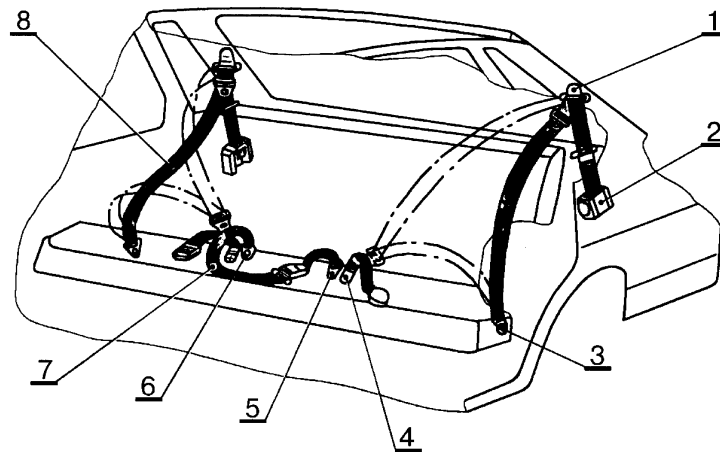

Рис.4. Установка ремней безопасности задних на кузове.
3.2 Отвернуть болт 1, рис.4, крепления скобы заднего бокового ремня безопасности правого/левого на задней стойке, болт 2 крепления катушки ремня безопасности на панели боковины, болт 3 крепления ветви ремня на арке заднего колеса (ключ 17 кольцевой).